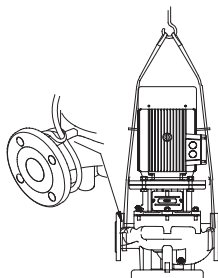

Рис. 2
② Насосы с подъемными проушинами следует поднимать с помощью нейлоновых ремней и скоб. Fig.2